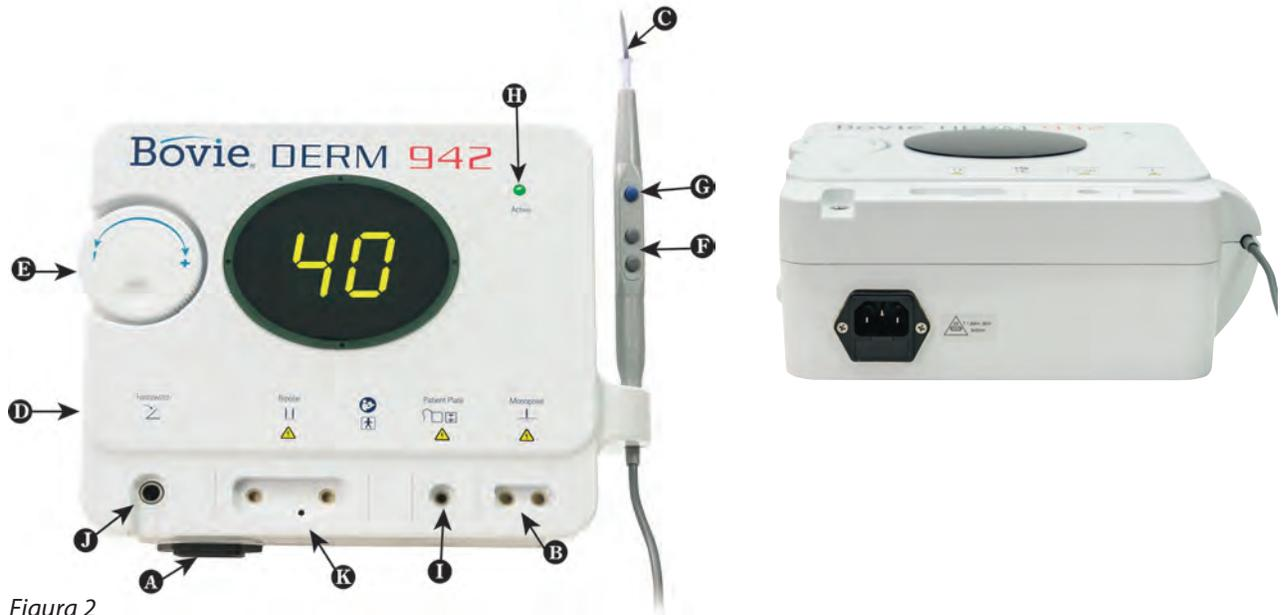

Figura 2
11. Para utilizar o cabo bipolar opcional (A827V), insira as fichas nas saídas bipolares (consulte a figura 2, letra K). O cabo é então ligado aos fórceps. Apenas é possível ligar um acessório monopolar ou bipolar às saídas, o que impede que o utilizador utilize ambos os acessórios simultaneamente.